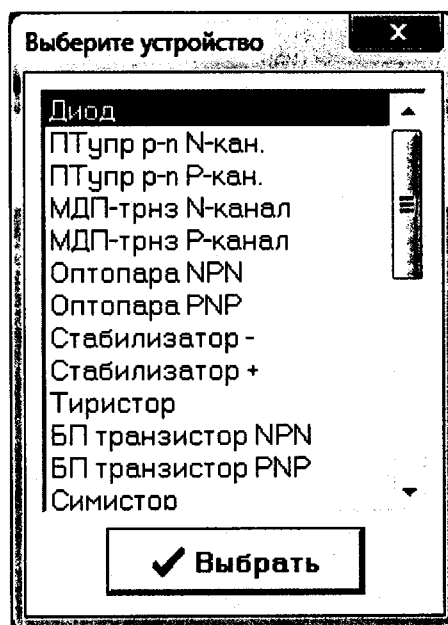
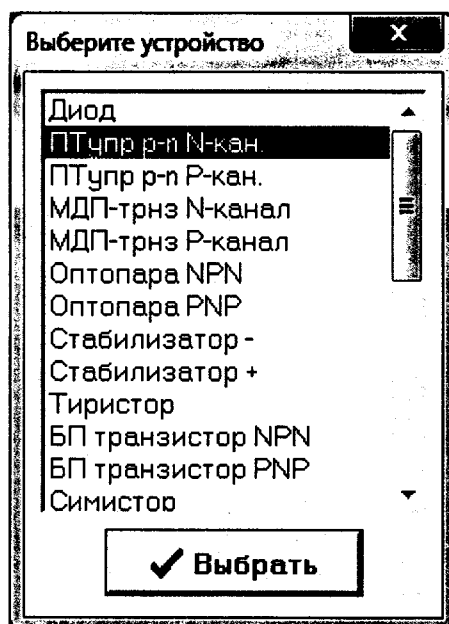

Рисунок 10 – Выбор элемента списка Диод.
Рисунок 11 – Выбор элемента списка ПТУпр р-n N-кан..
д) В появившемся окне (рисунок 10) в списке выберите Диод (при проверке погрешности измерения тока тестером на пределе 50 А согласно таблице 4 выберите ПТУпр р-п N-кан. (рисунок 11), нажмите кнопку Выбрать.
- д) В появившемся окне (рисунок 10) в списке выберите Диод, нажмите кнопку Выбрать.